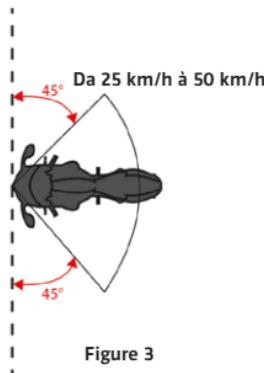

Figure 3
Le système est censé se gonfler et protéger avant que les parties couvertes du corps de l'utilisateur n'entrent en contact avec un obstacle, dans les accidents où un motocyclette heurte un véhicule ou un obstacle (figure 3), dans les conditions suivantes :
Angle d'impact (Fig. 3)	De 45° à 135°
**IMPORTANT!** La figure 3 décrit l'enveloppe de protection dans laquelle le système est censé se gonfler avant que les parties couvertes du corps de l'utilisateur n'entrent en contact avec un obstacle. À des vitesses supérieures à 50 km/h ou en dehors de l'angle déclaré, le système est censé se déployer également. Toutefois, en dehors de l'enveloppe de protection, le système peut ne pas être complètement gonflé avant que l'obstacle n'entre en contact avec les zones couvertes de l'utilisateur.